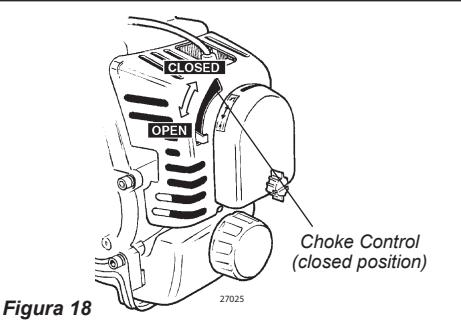

Figura 18
4. Posicione la palanca del cebador en la posición CLOSED (cerrado) si el motor está frío. Consulte la figura 18.